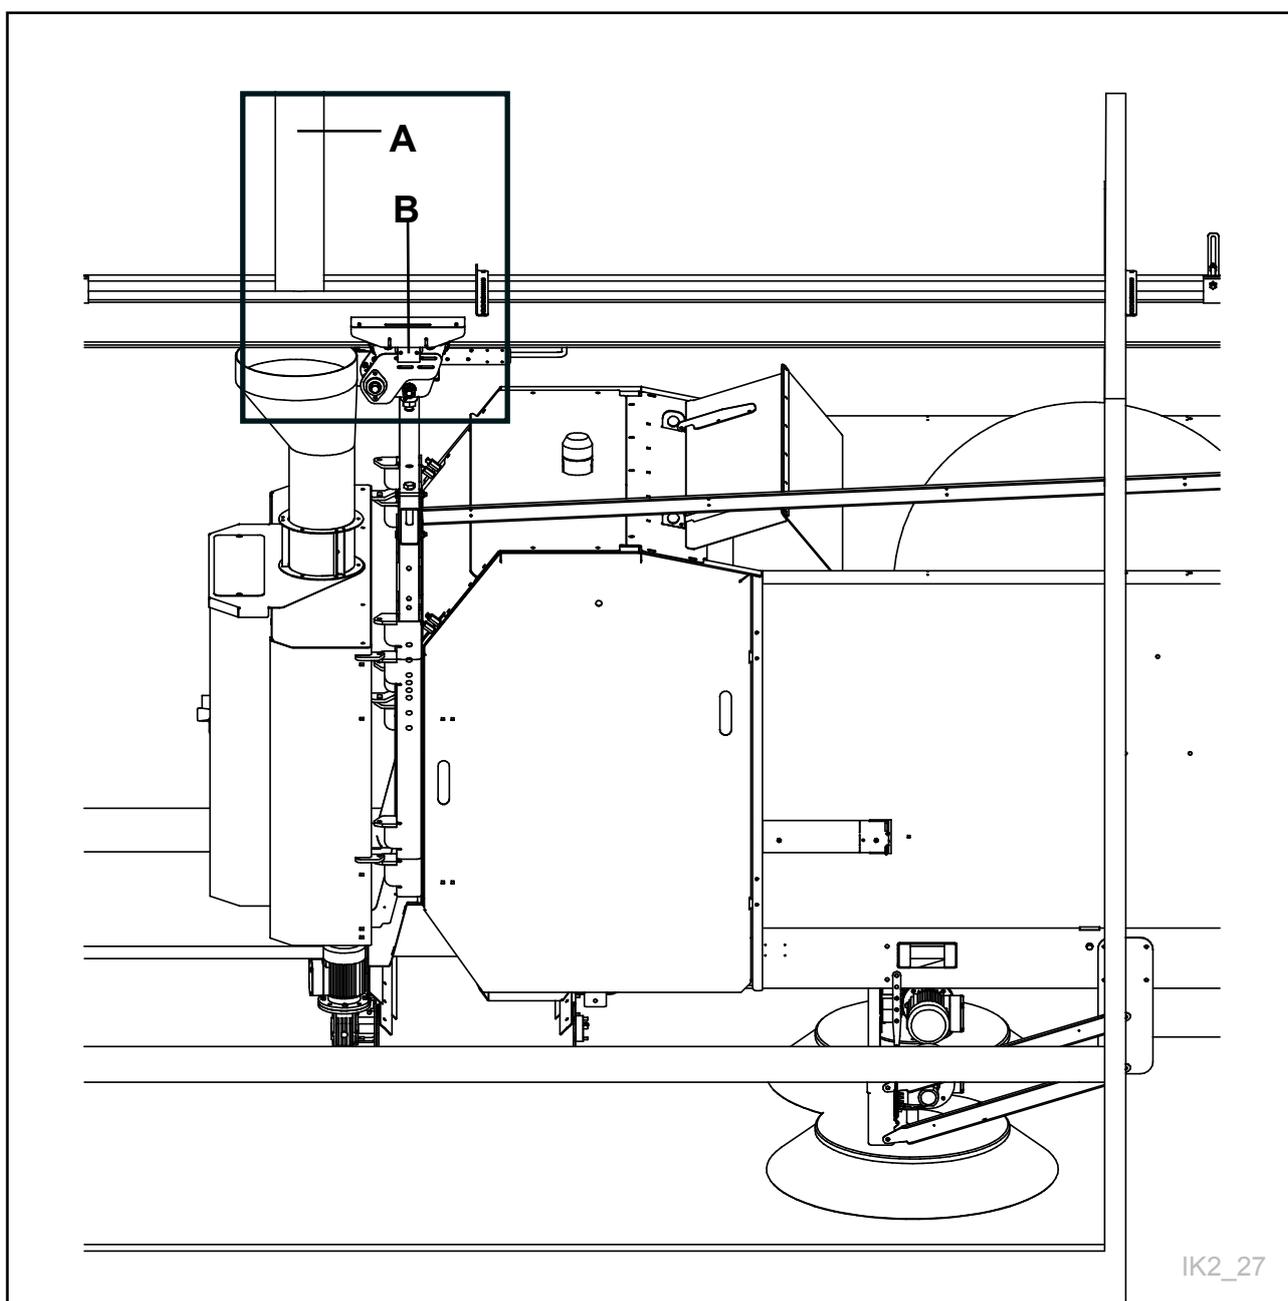

Fig. 56
Le récepteur est vissé dans le rail. Lorsque le dispositif de déclenchement d'aliments concentrés (A) se trouve sur le milieu de l'ouverture, l'émetteur B doit se trouver au milieu du récepteur. Il est important qu'il soit monté correctement afin que les balais touchent toujours les bandes de cuivre. Voir Fig. 56